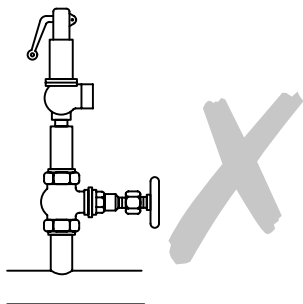

图4
- 6.3 安全阀前应无其它阀门或设备，如截止阀（见图4）。